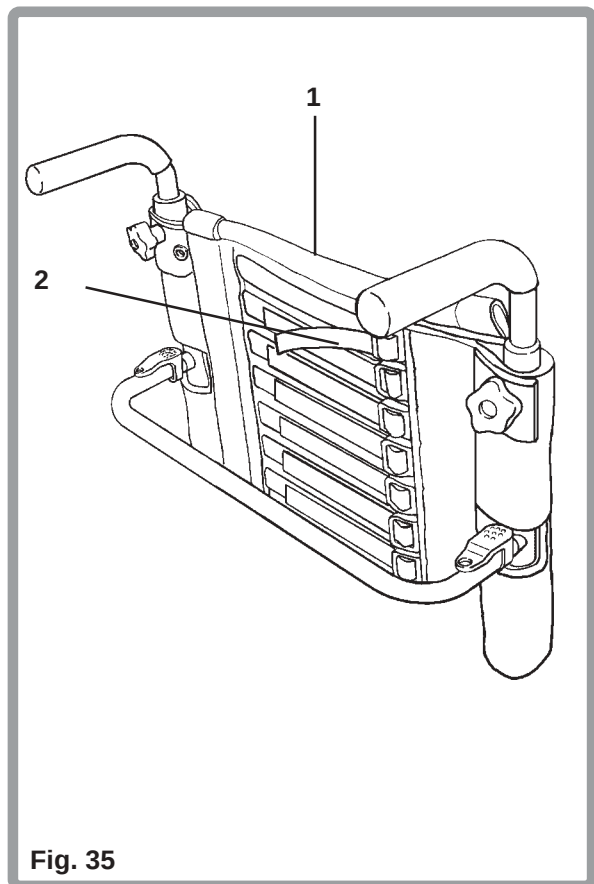

Fig. 35
Voor het afstellen van de bekleding tilt u de achterst flap (1), die de klittenbandstrips bedekt, op. Stel iedere individuele klittenbandstrip (2), terwijl de gebruiker in de rolstoel zit, strakker of losser af (Fig. 35). Het is noodzakelijk dat u het profiel van de rug van de rolstoelgebruiker volgt (in de praktijk betekent dit normaal gesproken het strakker bevestigen van de strips rond het lumbaal gebied en het losser maken van de strips rond het onderste en bovenste gedeelte van de rug). Het afstellen van de optima rugsteun dient uitgevoerd te worden door een gekwalificeerde therapeut.